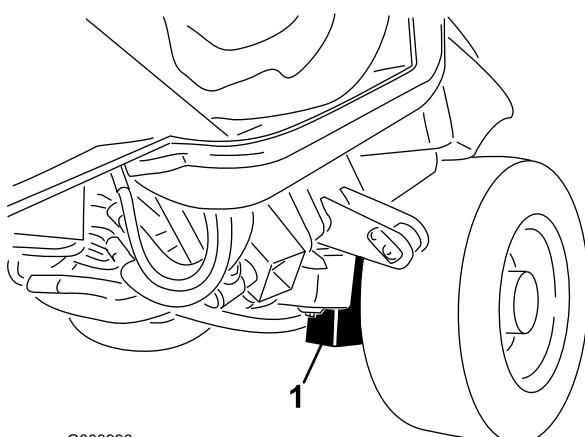

図 38
- ・ 機体前部：左右の駆動輪の内側のフレーム（図 38）。